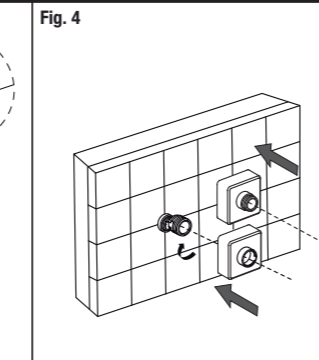

Fig. 4
- Deslizar y rosar los florones, hasta tocar la pared (Fig. 4).
- Introduce and thread the cover plates to the S-unions (Fig. 4).
- Puis faire glisser les embellisseurs jusqu'à ce qu'ils soient en contact avec le mur (Fig. 4).